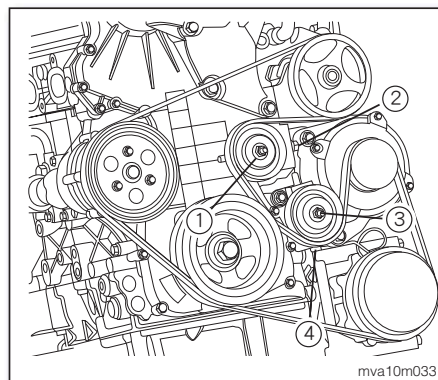

图1
2. 松开驱动皮带惰轮中央惰轮螺母①(如图1)。
3. 松开调整螺栓②以调整惰轮，使驱动皮带放松。
1. 松开驱动皮带惰轮中央惰轮螺母③(如图1)。
1. 拆卸驱动皮带后，分离惰轮螺母①及③后，即可将惰轮总成拆下(如图1)。